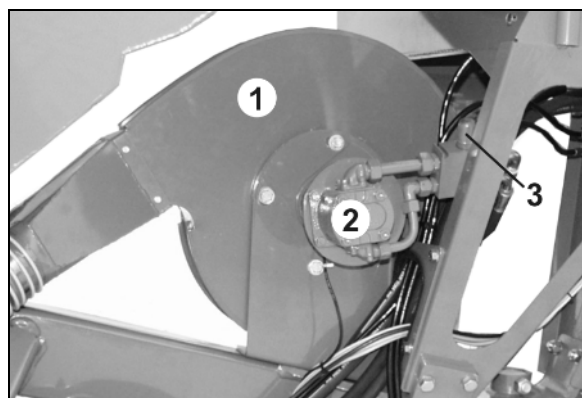

Рис. 28
- зубья-загортачи (Рис. 28/1)
- прижимные ролики (Рис. 28/2).